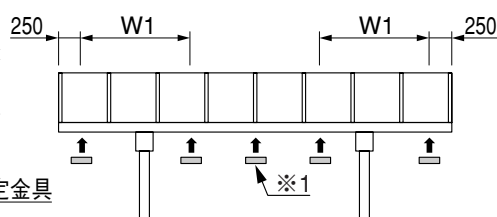

図2-2 M合掌棟木固定金具取付位置
- ② 図2-2を参照して、M合掌棟木固定金具をM合掌棟木に12-⑤で取付けてください。